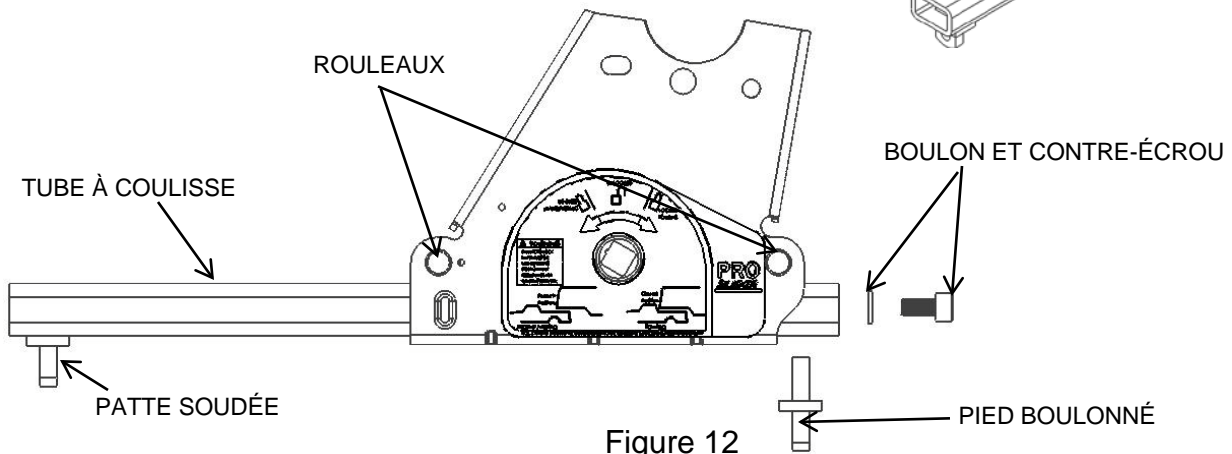
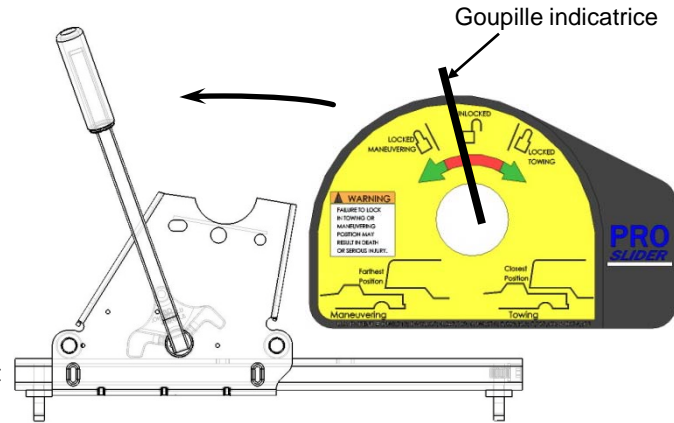
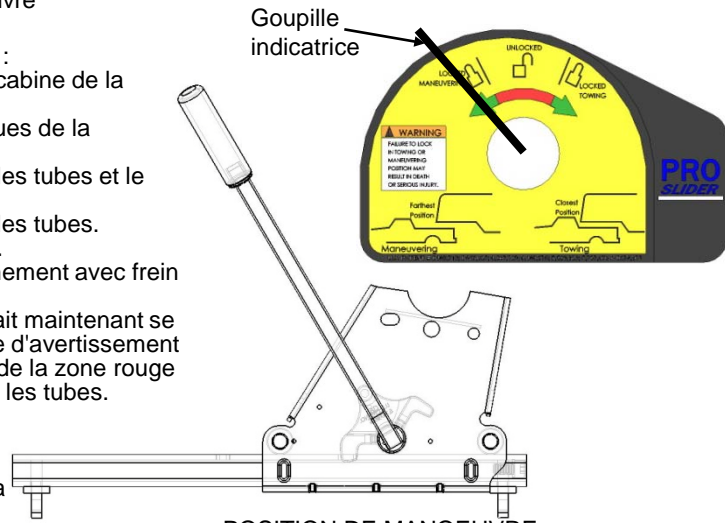

Figure 12
Figure 14
Figure 15
5. Tirez vers l'avant sur la manivelle (voir figure 14). La goupille indicatrice doit se trouver au-dessus de la zone "déverrouillage" en rouge, à proximité de la zone de manoeuvre "verrouillage" en vert (voir figure 14). La pression du ressort presse le verrou contre le haut du tube, et le verrou se verrouille dans la fente lorsque le Pro Slider se déplace à la position de manoeuvre (voir figure 15).
6. Retournez dans la camionnette. Relâchez le frein à main. Engagez manuellement le frein de la caravane et avancez la camionnette jusqu'à ce que le Pro Slider s'arrête au boulon du pied (figure 12) et que le verrou s'engage dans la position de manoeuvre (voir figure 15).
9. Lisez l'étiquette d'avertissement. La goupille indicatrice devrait maintenant se trouver au-dessus de la zone verte, du côté gauche de l'étiquette d'avertissement (voir la figure 15). Si la goupille indicatrice se trouve au-dessus de la zone rouge sur l'étiquette d'avertissement, le verrou ne s'est pas engagé sur les tubes. **NE PAS REMORQUER !** Répétez les étapes 1 à 7 ci-dessus.
6. Retournez dans la camionnette. Relâchez le frein à main. Engagez manuellement le frein de la caravane et reculez la camionnette jusqu'à ce que le Pro Slider s'arrête au pied boulonné (figure 12) et que le verrou s'engage dans la position de remorquage (voir figure 17).